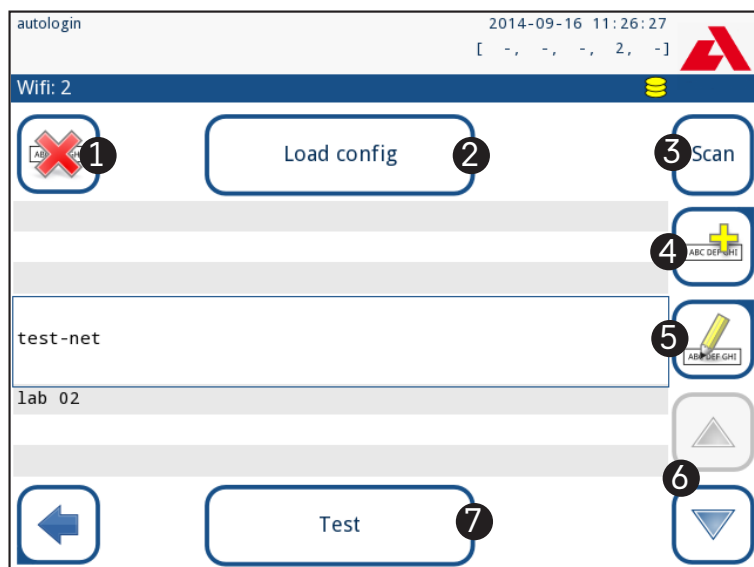

Figura 48: La schermata Wi-Fi (disponibile dalla schermata di configurazione Ethernet)
2. Toccare il pulsante "Scansione" (Scan). Il sistema visualizza tutte le reti che si trovano nel raggio d'azione, elencate in ordine discendente in base all'intensità del segnale. Utilizzare i pulsanti freccia Su e Giù (numero 6 in **Figura 48**) per posizionare il cursore sulla rete a cui si desidera effettuare il collegamento, e toccare il pulsante "Aggiungi elemento" (Add element) (numero 4 in **Figura 48**). Nella schermata della tastiera visualizzata, inserire la password per la rete selezionata e toccare OK.
3. Toccare nuovamente il pulsante "Scansione" (Scan) per disattivarla. Utilizzare i pulsanti freccia Su e Giù (numero 6 in **Figura 48**) per posizionare il cursore sulla rete a cui connettersi, quindi toccare il pulsante "Test". Sotto il nome della rete viene visualizzato un testo di stato. Quando lo stato indicato è "COMPLETO" (COMPLETE), l'analizzatore è collegato alla rete wireless selezionata.
2. Toccare il pulsante "Aggiungi elemento" (Add element) (numero 4 in **Figura 48**). Nella schermata della tastiera visualizzata, inserire l'ESSID (il nome), quindi la password per la nuova rete wireless.
3. Utilizzare i pulsanti freccia Su e Giù (numero 6 in **Figura 48**) per posizionare il cursore sulla rete a cui si desidera effettuare il collegamento e toccare il pulsante "Test" (numero 7 in **Figura 48**). Sotto il nome della rete viene visualizzato un testo di stato. Quando il testo di stato indicato è "COMPLETO" (COMPLETE), l'analizzatore è collegato alla rete wireless selezionata.
4. Toccare il pulsante "Carica configurazione" (Load config) (numero 2 in Figura 48) per caricare dall'unità flash USB i file di configurazione zippati creati al punto 1 di cui sopra. Il sistema estrae e salva i file sull'unità flash USB nella cartella /usr/local/WIFI.
2. Utilizzare i pulsanti freccia Su e Giù (numero 6 in Figura 48) per posizionare il cursore sulla rete che si desidera modificare o eliminare.
3. Toccare il pulsante "Elimina" (Delete) o "Modifica" (Edit) (rispettivamente numerato 1 e 5, in Figura 48), secondo necessità. Seguire le istruzioni e i messaggi visualizzati sullo schermo.